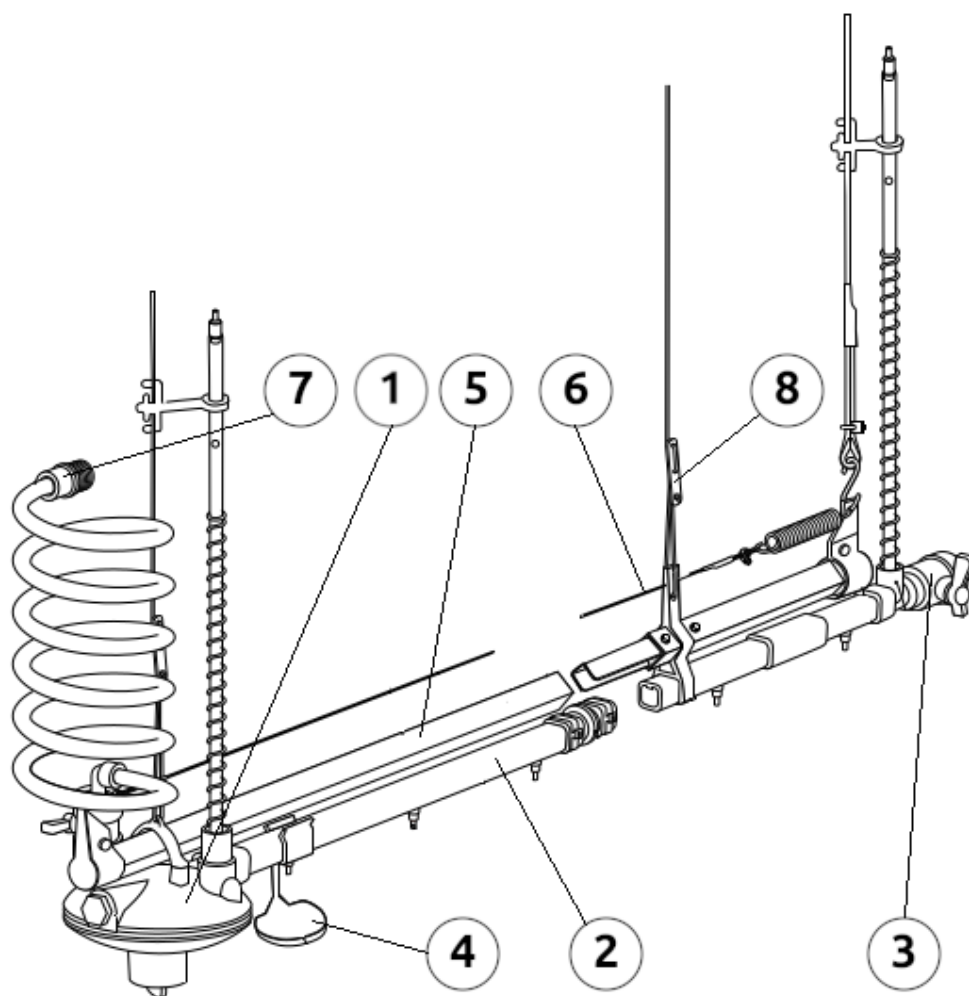

Рисунок 1.3
Линии поения предназначены для непосредственной подачи воды в зону содержания стада. Каждая линия поения состоит из (рис. 1.3) регулятора давления воды (1), труб поения с ниппелями (2), концевого узла слива воды (3). Под каждым ниппелем устанавливаются каплеуловители (4). В качестве поддержки линии поения служит труба квадратного сечения (5). Над трубой поддержки устанавливается трос антинасеста (6). От узла водоподготовки вода в линии поения подается через систему полипропиленовых труб (7). Линии поения соединены с системой подъема оборудования (8), что позволяет корректировать технологическую высоту поения либо поднять линию для обслуживания.